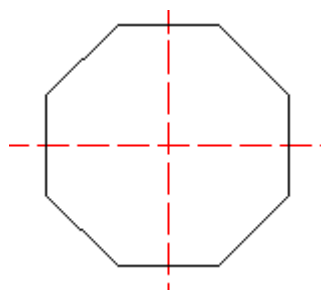

图 5-42 正八边
2. 换实线层，作正八边形，中心位置为点划线交叉处，如图 5-42 所示。